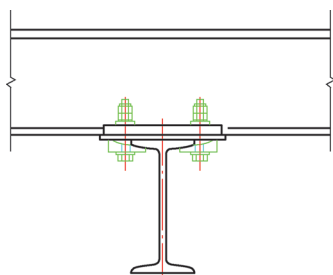

图4 纵梁与横梁的连接
4) 纵梁与横梁的连接, 采用专用压板通过M16mm×90mm高强螺栓联接, 双螺母锁紧(见图4)。